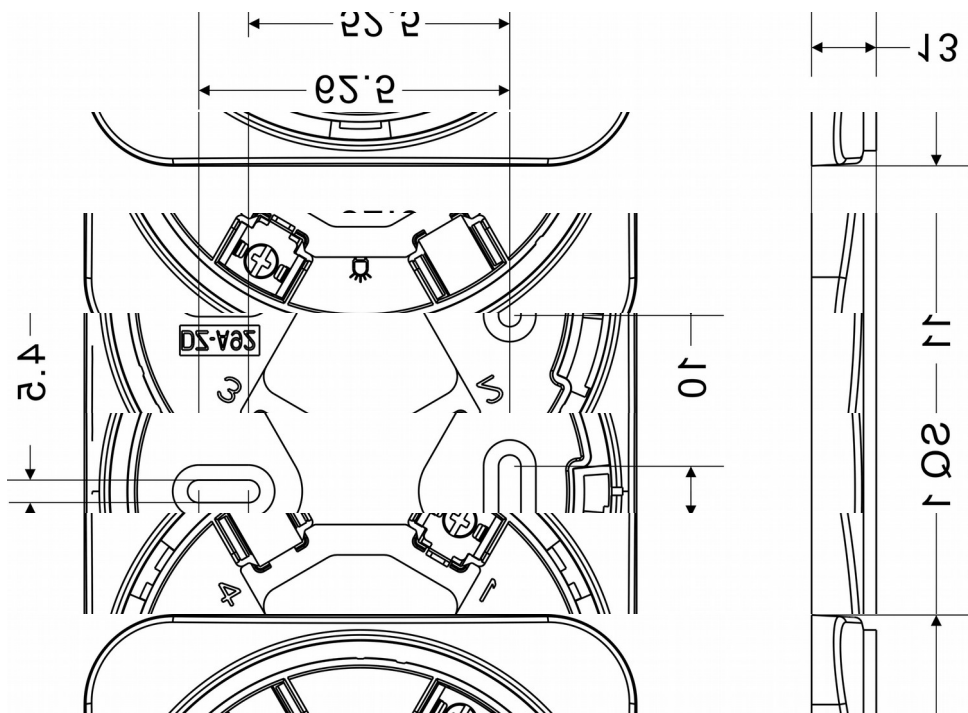

图 5
声光警报器的安装需使用配套底座，如图 5 所示，型号为 DZ-A92。外型尺寸为 111mm×13mm(边长×厚度)，固定孔直径为 $\Phi 4.5\text{mm}$ ，固定孔间距为 52.5mm～62.5mm。
1. 按施工图纸，使用 2 枚 M4 螺钉，通过图 5 中所示的安装固定孔，将配套底座固定在指定的位置上，且应确认底座已安装牢靠；